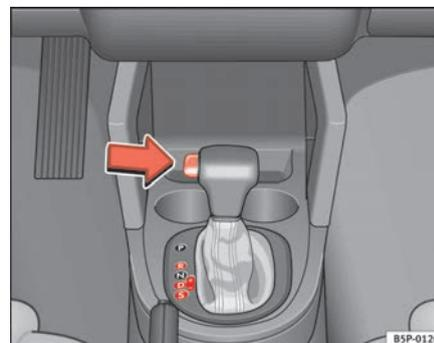

Fig. 141 Condução
- Premir o botão da punho (situado na parte esquerda do mesmo ⇒ fig. 141).